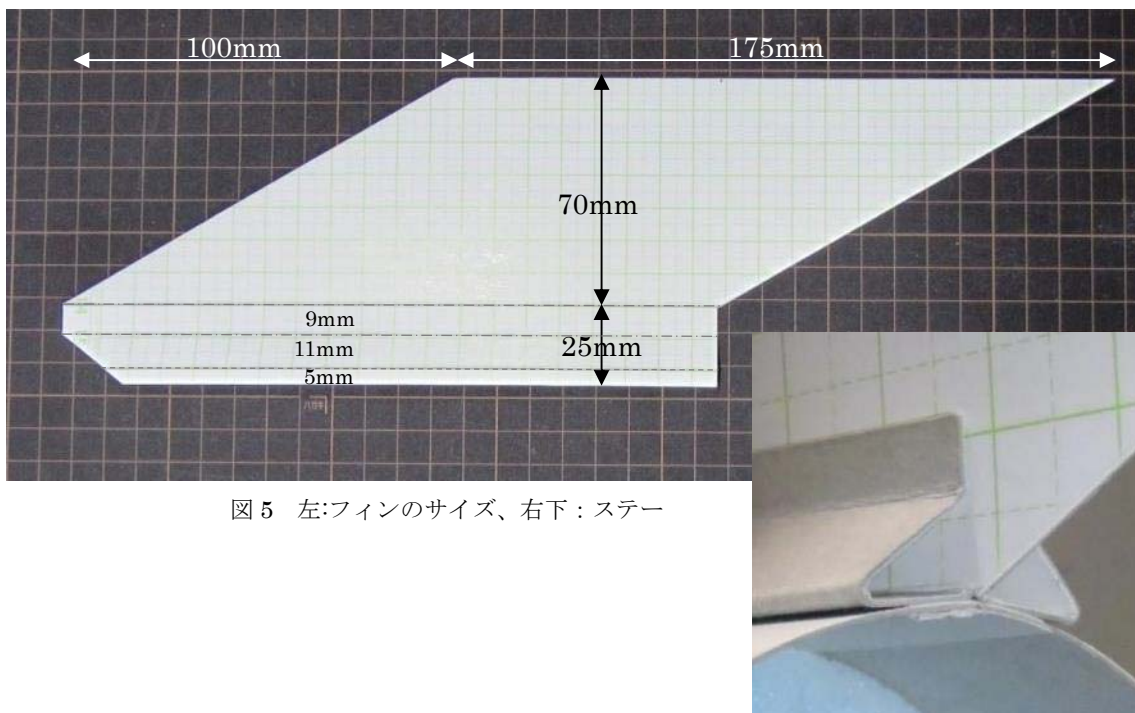

図5 左:フィンのサイズ、右下:ステー
- ・ 図5のサイズで、左右対称のものを3セット作る
- ・フィンの糊しろ 9mm 部分にだけ接着剤を付けて胴下の下端に合わせて接着し、しっかり固定された後、5mm 部分に接着剤を付け△に折り返しステーを作る (図 5)